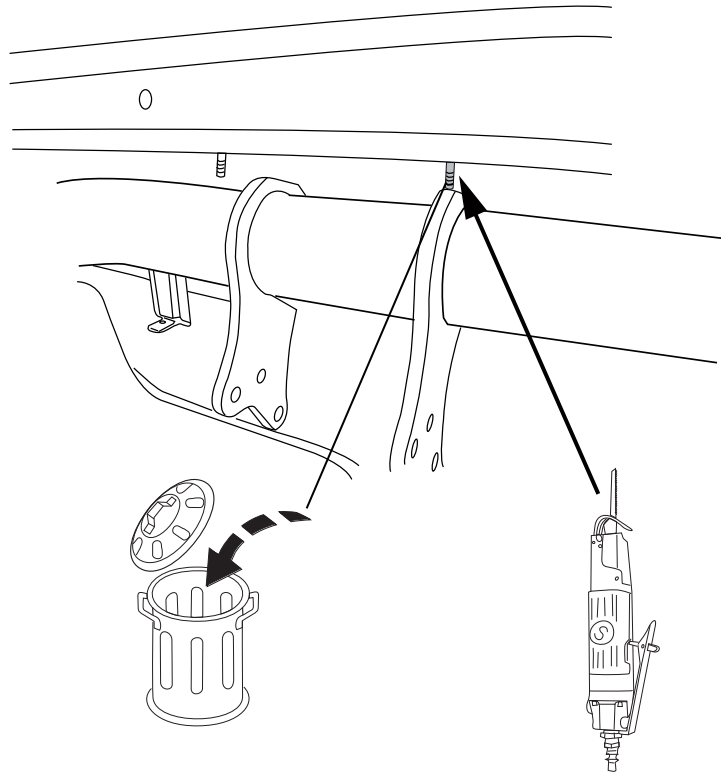

Fig. 2
4. Выпилить обозначенную часть, как указано на рис. 2.